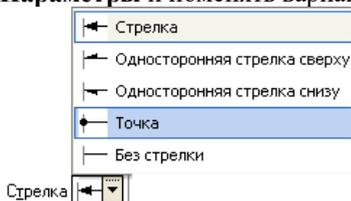

Рис. 19.
24. Для того, чтобы указать надписи для выноски (S10*) необходимо дважды щелкнуть по окну **Текст** (расположенное на панели свойств), после чего появится окно (рис. 19)